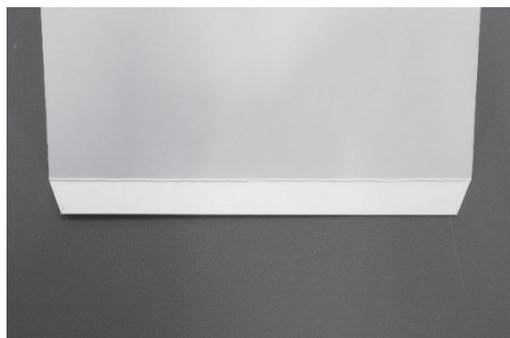
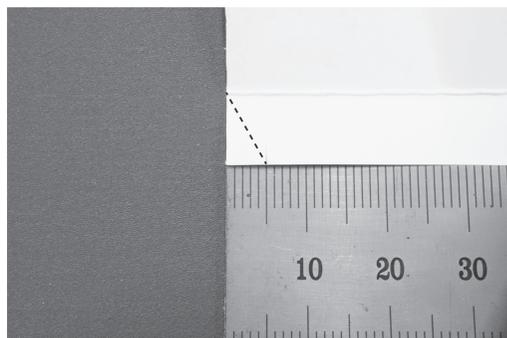

図32 糊代の両端を切る
図33 切る幅は5mm
③本文の上下を切る・糊代の両端を切る	i) 本文の上下を切って形を整える(切り方は図28～図30参照)。 ii) 両端の糊代を図32のように切る。切る幅は5mm(図33)。
本文の上下を切り終えたら、本文左右の糊代の両端を図32のように切る（計4箇所）。切る幅は5mmで図33の点線を切る。